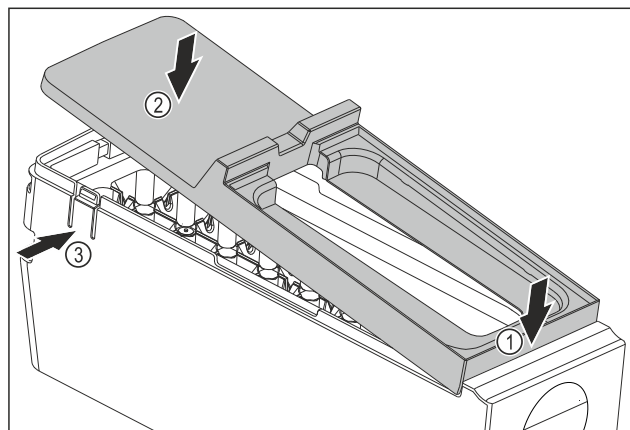

Fig. 107
- Abdeckung des EasyTwist-Ice-Korpus montieren: Abdeckung vorne ansetzen. Fig. 107 (1)
- Abdeckung hinten absenken. Fig. 107 (2)
- Abdeckung rastet hörbar in beiden Laschen Fig. 107 (3) ein.